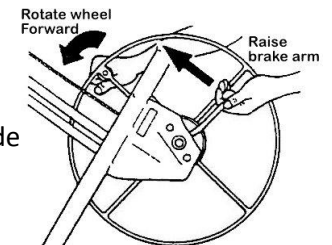

Figure 2
- a) Sujete la rueda del cabrestante y el brazo del freno (Fig. 2).